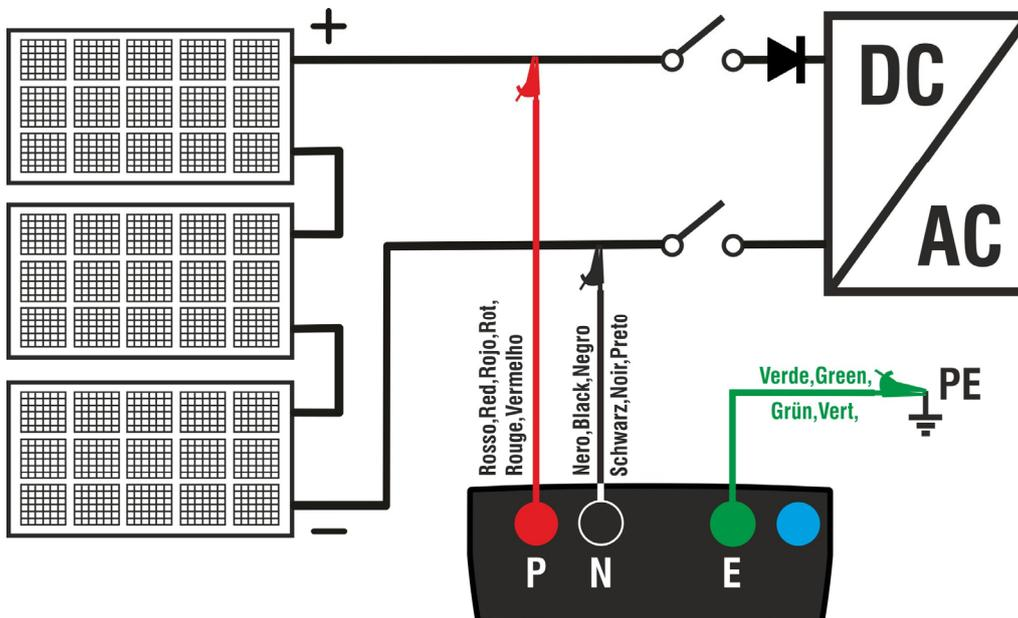

Fig. 8: Connexion de l'instrument pour la mesure de l'isolation en mode GFL
8. Connectez l'instrument à la chaîne PV testée comme indiqué dans Fig. 8. N'oubliez pas que les parafoudres connectés aux câbles de la chaîne / des chaînes doivent également être déconnectés et qu'il est conseillé de mesurer en amont d'éventuelles diodes de blocage
2. Connectez l'instrument à la chaîne PV testée comme indiqué dans Fig. 8